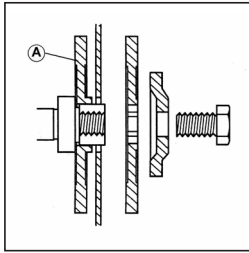

ABB. 1
- Installieren Sie den Scheibenflansch A auf der Innenseite, wenn der Durchmesser der Dornbohrung der Trennscheibe 22,2 mm (7/8") beträgt. **(ABB. 1)**